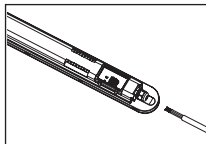

Рис. 3
- підключити світильник до мережі живлення (Рис. 3);